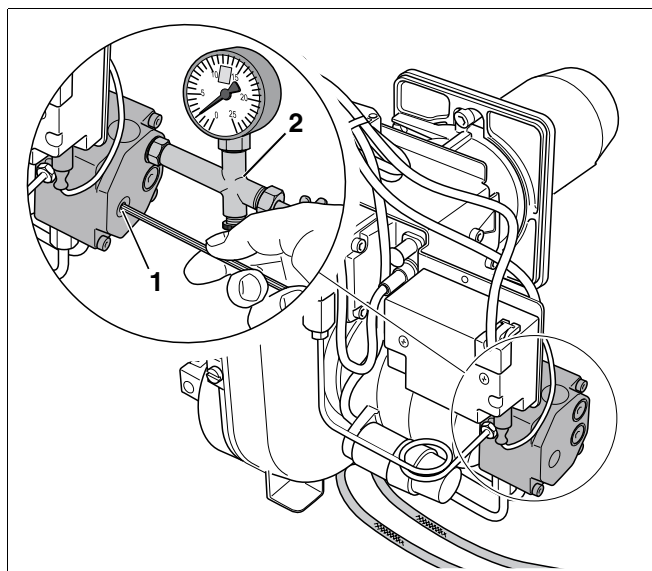

Рис. 9 Регулировка содержания CO_2 (регулировка давления топлива)
При незначительном повороте регулировочного винта (рис. 9, поз. 1) меняется давление топливного насоса, а также содержание CO_2 .
- Ввернуть манометр давления топлива (рис. 9, поз. 2) на соответствующее место подключения на топливном насосе (маркировка "P").